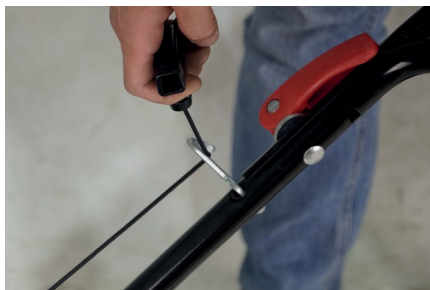

Рис.7 Крепление ручки стартера
1. Закрепите ручку стартера на кронштейне. Для этого нажмите рычаг остановки двигателя и медленно потяните за ручку стартера, чтобы вытянуть шнур из корпуса стартера на требуемую длину. Затем пропустите шнур через витки кронштейна и отпустите ручку стартера. Ручка стартера должна зафиксироваться на кронштейне, как показано на Рис. 7.